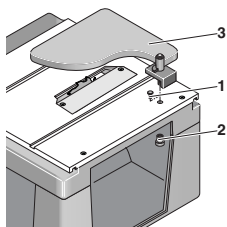

Fig. 2
3. Zum Anschrauben des Schutzdeckels wie in Fig. 2 gezeigt den Kunststoffstopfen entfernen und den Gewindebolzen durch die Öffnung stecken. Mit der Rändelmutter von unten fixieren.
3. To screw on the protective cover as shown in fig. 2, remove the plastic stopper and insert the threaded bolt through the opening. Fix from below with the knurled nut.
3. Pour visser le couvercle de protection comme indiqué dans la fig. 2, il faut retirer le bouchon en matière plastique et enfoncer les boulons filetés dans l'ouverture. Fixer par le dessous avec l'écrou moleté.
3. Per avvitare il coperchio di protezione come mostrato in fig. 2 togliere il perno in plastica e inserire il perno filettato attraverso l'apertura. Fissare dal basso con il dado zigrinato.